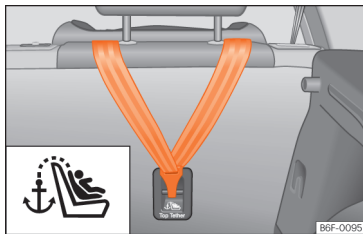
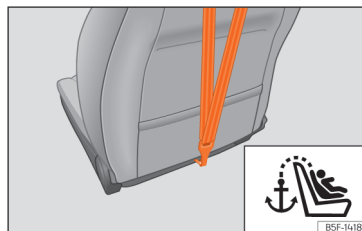

Рис. 46 Зворотний бік заднього сидіння: петля для ременя Top Tether.
Рис. 47 Зворотний бік сидіння переднього пасажиря: кріплення для ременя Top Tether.
Дитячі автокрісла з системою Top Tether мають додатковий ремень для фіксації до спеціального кріплення в автомобілі. Згадане кріплення розташоване на звороті задніх сидінь та сидіння переднього пасажиря (символ ) і забезпечує додаткову фіксацію >>> **рис. 46**, >>> **рис. 47**.
- Надійно зачепіть ремінь Top Tether за кріплення на звороті спинки сидіння >>> **рис. 46**, >>> **рис. 47**.